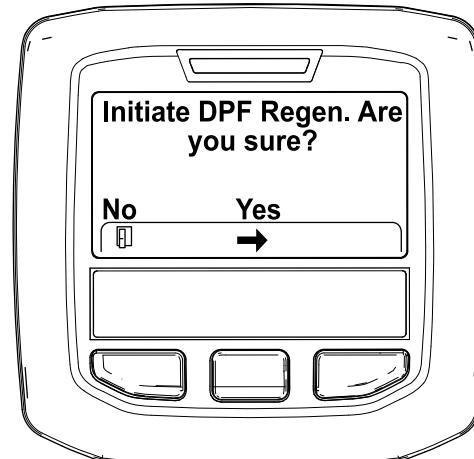

Figure 41
4. Quand le message « Initiate DPF Regen. Are you sure? » (lancer régénération FAP. Êtes-vous sûr(e) ?) s'affiche, appuyez sur le bouton central (Figure 41).